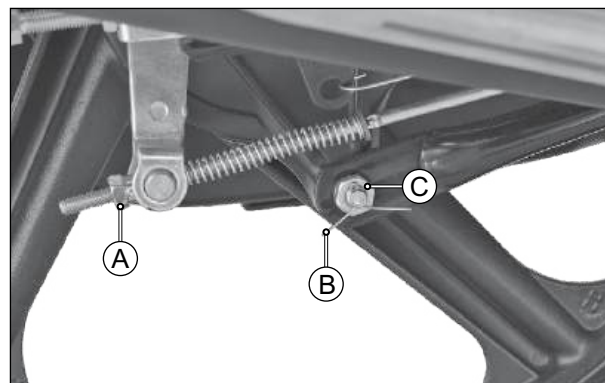

Fig. 6.59
- Remova a porca de ajuste da haste do freio traseiro (A). (Fig. 6.59)
- Remova a cupilha (B) de fixação traseira do braço limitador (Fig. 6.59)
- Remova a porca (C), a arruela e o parafuso de fixação. (Fig. 6.59)